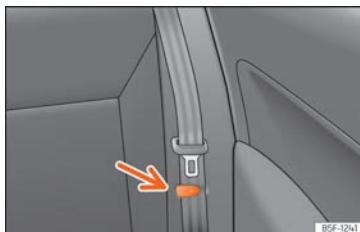

Abb. 117 Rücksitz: Bügel zum Halten des Sicherheitsgürtes.
- Befestigen Sie die seitlichen Sicherheitsgurte am Halter der Verkleidung »» **Abb. 117**.